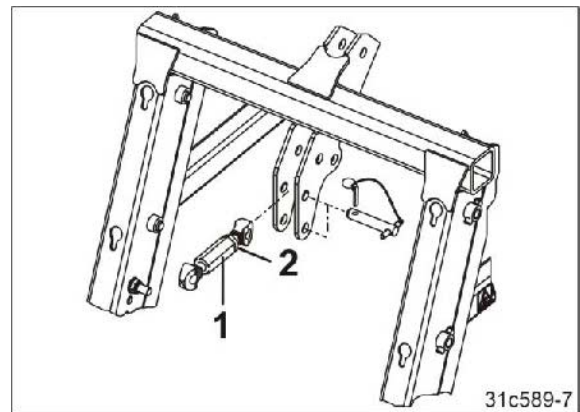

Fig. 95
8. Débrancher le bras supérieur (Fig. 95/1) sur le point d'articulation supérieur (Cat. II) du semoir.
10. Mettre le semoir à l'horizontale en rallongeant ou en raccourcissant le bras supérieur. Bloquer le réglage du bras supérieur au moyen du contre-écrou (Fig. 95/2).